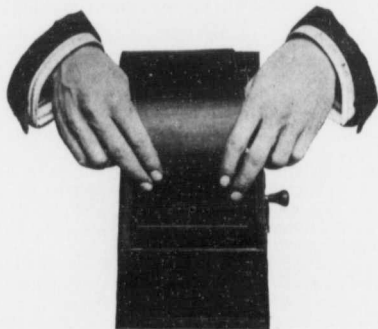

FIG. 2.
4. Au moyen des crochets en métal qui doivent entrer dans les œillets du fuseau, attachez le tablier au fuseau que traverse l'essieu "C" (comme l'indique la figure 2). Le côté ondulé des bandes de caoutchouc doit se trouver sous le tablier, lorsque celui-ci est mis en place. Tournez ensuite l'essieu "C" à gauche et enroulez y tout le tablier tout en le maintenant assez tendu avec la main libre.